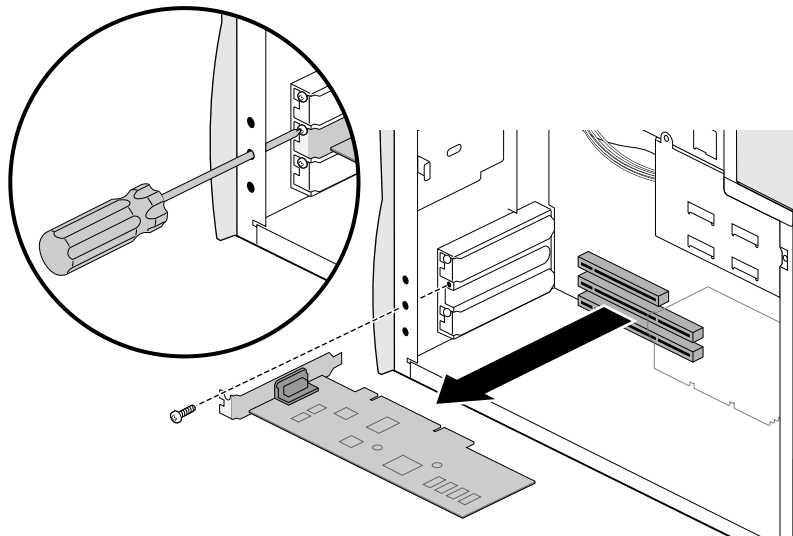

Figura 5-3 Rimozione di una scheda PCI
5. Rimuovere la scheda, come illustrato nella Figura 5-3.